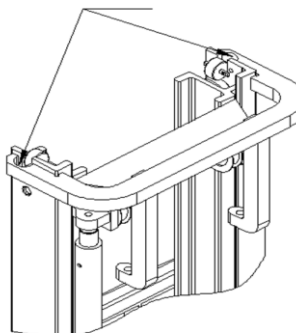

Рисунок 2-39
(1) Места крепления подъемной системы представлены на Рис. 2-39